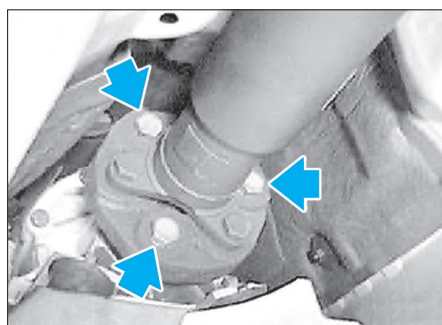

Fig. 1
- les vis du flector avant (côté boîte de vitesses) (Fig.1),